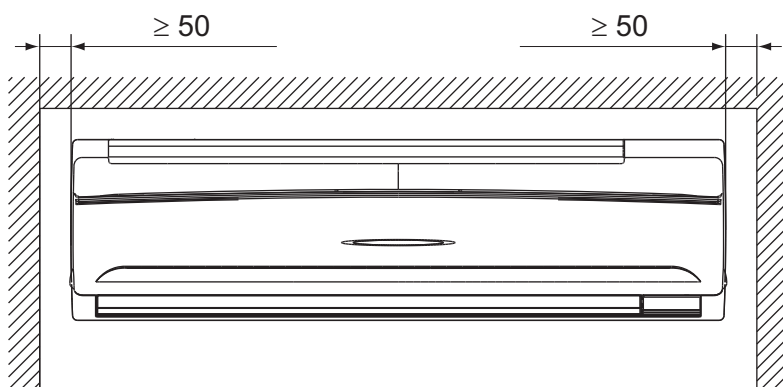
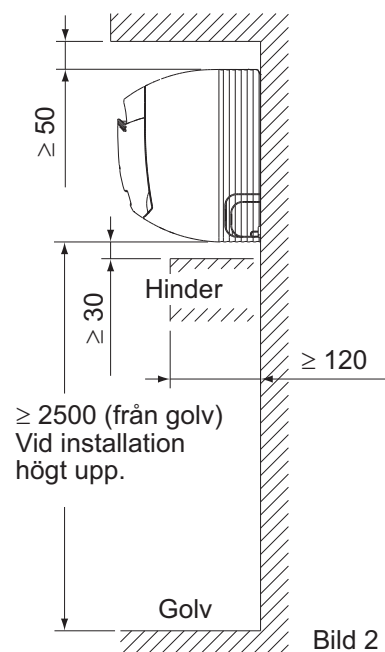

Bild 1
Bild 2
**(1) Välj en installationsplats som uppfyller följande krav och som även passar kundens önskemål.**
**(Se bild 1 och bild 2)**
Använd diagrammet eller tabellen för att bestämma minsta golvyta. Se bild 1 på främre skyddets insida.